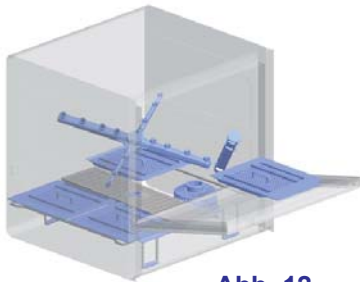

Abb. 12
- Entnehmen Sie die eventuell vorhandenen Oberflächenfilter und reinigen Sie diese mit einer Bürste unter fließendem Wasser (siehe Abb. 12).